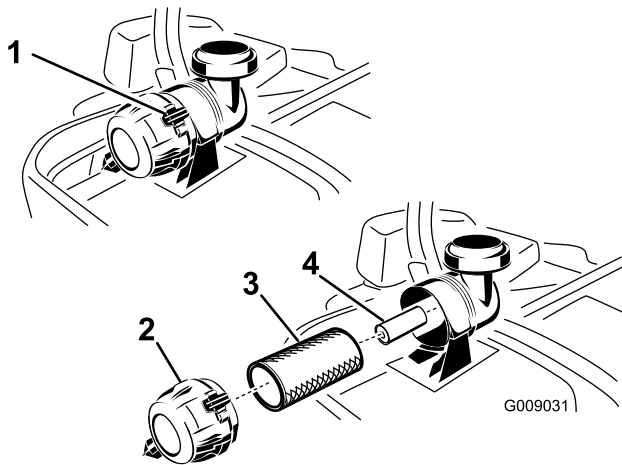

図 41
ランプがカバーに適切にはまるように取り付ける 図 41。
1. ペーパーフィルタは清掃しないで交換する 図 41。
2. 二次フィルタを交換する場合には、十分に注意しながら、フィルタのボディに挿入する 図 41。
3. 一次フィルタをゆっくり押し込むようにして二次フィルタの上から取り付ける 図 41。一次フィルタの外側リムをしっかりと押さえて確実に装着してください。